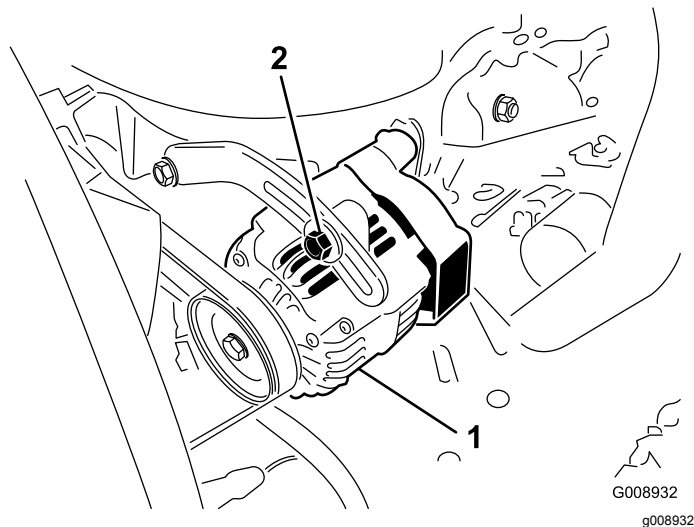

図 79
2. たわみが10 mmでない場合には、オルタネータ取り付けボルトをゆるめる 図 79。